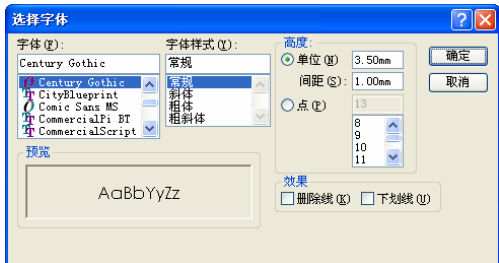

图 2-42 “选择字体”对话框
② 指定定位线。在绘图区域中选择一边线、曲线、草图或草图线段，作为绘制文字草图的定位线，此时所选择的边线出现在“草图文字”属性管理器中的“曲线”一栏。
③ 输入绘制的草图文字。在“草图文字”属性管理器中的“文字”一栏输入要添加的文字“Solidworks2010”。此时，添加的文字出现在绘图区域曲线上。
④ 修改字体。如果不需要系统默认的字体系，单击去掉属性管理器中的“使用文档字体”选项，然后单击“字体”按钮，此时系统出现如图 2-42 所示的“选择字体”对话框，按照需要进行设置。
⑤ 确认绘制的草图文字。设置好字体后，单击“选择字体”对话框中的“确定”按钮，然后单击“草图文字”属性管理器中的“确定”图标按钮，完成草图文字的绘制。